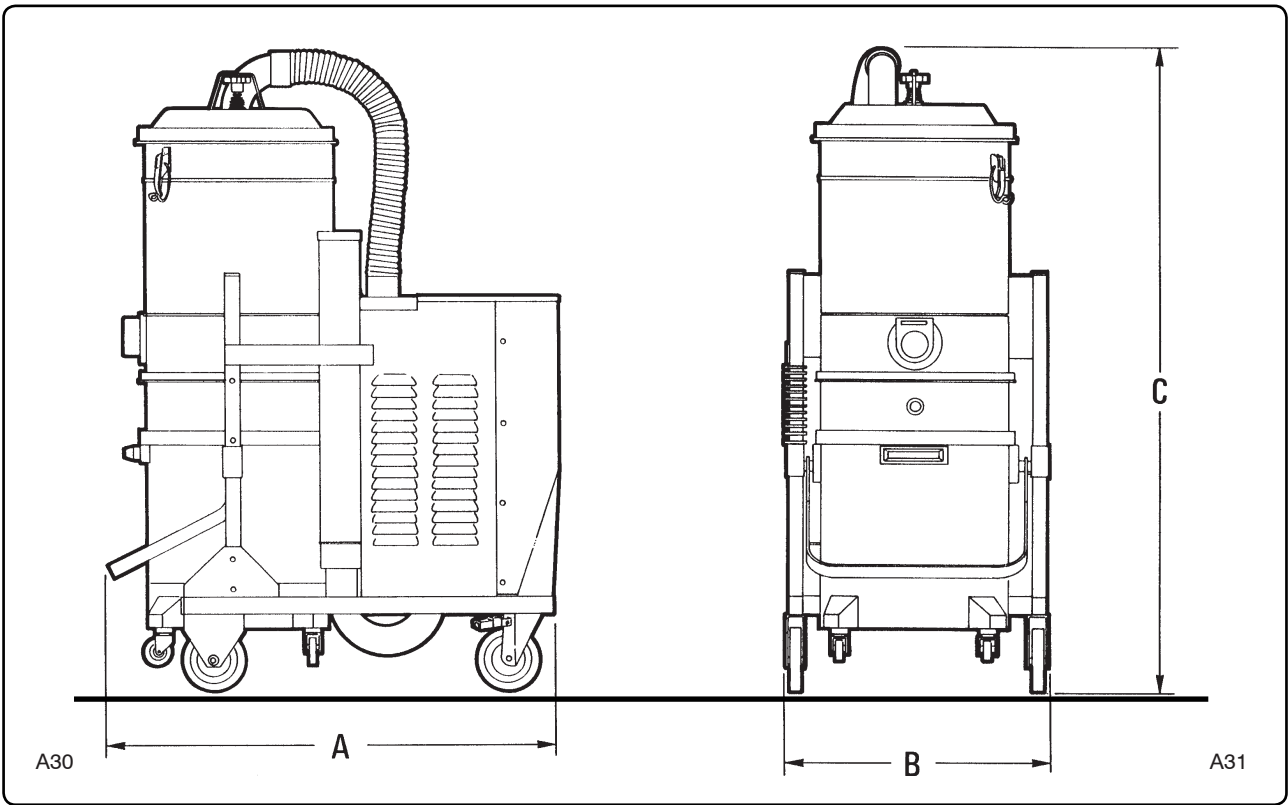

Fig.7.1.1
7.1 - Dimensioni di ingombro (fig. 7.1.1)
7.1 - Overall dimensions (fig. 7.1.1)
7.1 - Dimensiones máximas (fig. 7.1.1)
7.1 - Hoofd maten (Afbeelding 7.1.1)